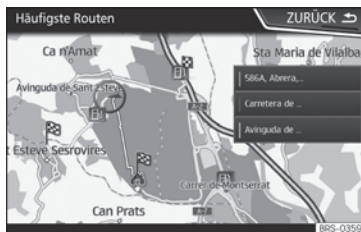

Abb. 206 Vorausschauende Navigation
- Auf dem Hauptbildschirm des Navigationsmenüs im Pop-up-Fenster die Taste **Häufige Routen** antippen. Zur Anzeige der häufig gefahrenen Routen die Taste **In Karte anzeigen** antippen » » **Abb. 206**.